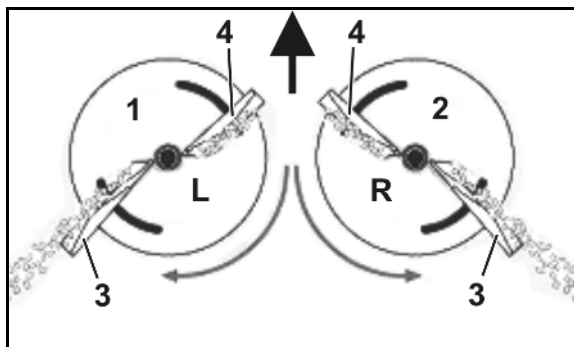

Fig. 19
- venstre spredeskive (Fig. 19/1) merket **L**
- høyre spredeskive (Fig. 19/2) merket **R**.
- Lang (Fig. 19/3) - Innstillingsskala med verdier fra 35 til 55.
- Kort (Fig. 19/4) - Innstillingsskala med verdier fra 5 til 28.